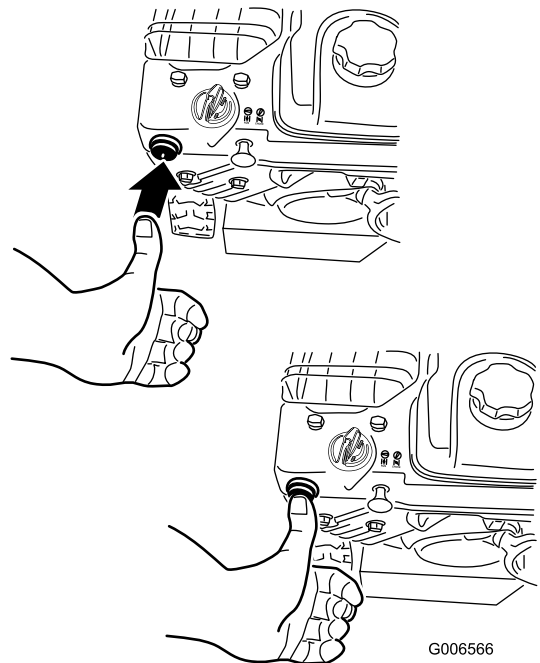

Figura 27
4. Apriete el cebador firmemente con el dedo pulgar: 2 veces (15 °F o -9 °C o más) o 4 veces (menos de 15 °F o -9 °C), manteniendo la presión durante un segundo antes de soltarlo en cada ocasión (Figura 27).